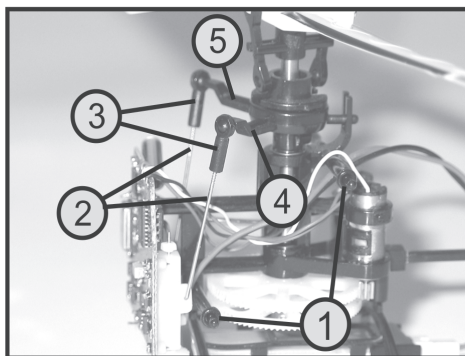

Figure 18
Pour ce faire, soulevez la verrière de la cabine des deux boulons de retenue à droite et à gauche. Veillez alors à ne pas perdre les petites rondelles d'appui (voir figure 18, pos. 1) sur lesquelles la verrière repose.